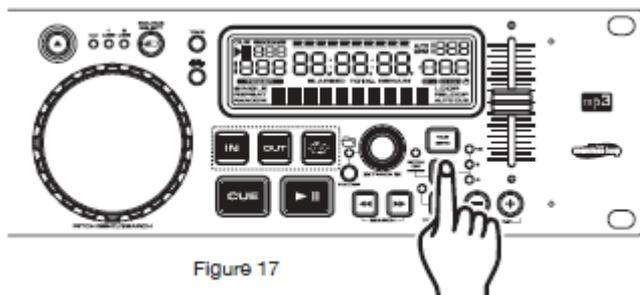

Figure 17
Vous pouvez choisir un taux de pitch (7) à tout moment. Pour modifier le taux, assurez-vous que la fonction pitch est activée, voir Figure 17. Le pourcentage du pitch peut être changé entre +/- 4 %, +/- 8 %, +/- 16 % et +/- 100%. 4 % vous permet la manipulation la plus restreinte du pitch et 100% vous permet la manipulation la plus ample du pitch. Pour